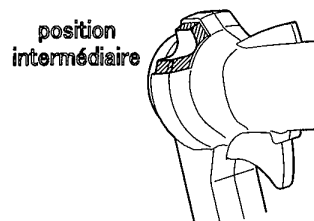

Fig.6-3
7. Enfoncer à nouveau la gâchette d'accélérateur (B) et relâcher rapidement. Le blocage du démarrage d'accélérateur est ainsi relâché et ralentit le moteur. (Fig.6-3)